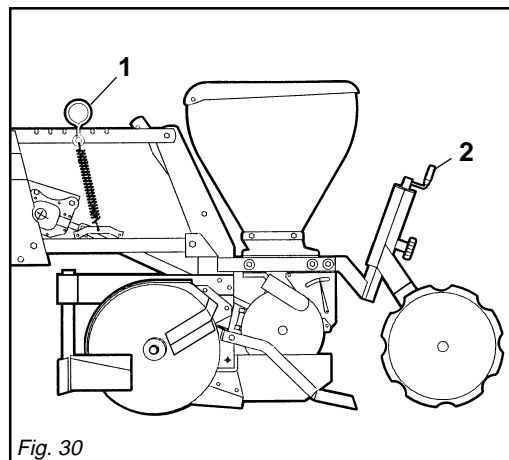

Fig. 30
Per una buona emergenza dei germogli è importante collocare il seme alla giusta profondità sul letto di semina. Agendo sulla maniglia si varia la posizione in altezza del falcione assolcatore, determinando la profondità del solco sul quale deporre il seme (2 Fig. 30). L'indice graduato serve per regolare
*For the shoots to come up well it is important to place the seed at the right depth on the seeding bed. The handle varies the height of the furrow opener blade , and so determines the depth of the furrow on which to place the seed (2 fig. 30). The graduated indicator serves*
Para una buena germinación de la semilla es importante que se coloque la semilla a la profundidad justa en el lecho de siembra. Actuando sobre el mango, se varía en altura la posición de la hoz surcadora, determinando la profundidad del surco en el que se depositará la semilla (2 Fig. 30). El
L'azione del falcione assolcatore di incidere il terreno, è resa efficace dal carico impresso da detta molla. Diverse situazioni di lavoro inducono a dover regolare la compressione al suolo; variando la posizione della molla in avanti o all'indietro si imprime minore o maggiore capacità di penetrazione (1 Fig. 30).
*The sod-breaking by the furrow opener blade is made efficacious by the load of the said spring. Different working situation need different soil compression adjustment ; varying the position of the spring forwards or backwards, greater or lesser penetration pressure is given (1 fig.30).*
wird die Höhenposition der Säschar geändert, wodurch die Scharentiefe, in die der Samen gelegt werden muss, bestimmt wird (2 Abb. 30). Der Stufenanzeiger dient zur gleichen Tiefeneinstellung aller Säscharenreisser.
Die das Erdreich aufschneidende Aktion der Säschar wird durch die von der Feder gegebene Ladung bewirkt. Unterschiedliche Arbeitsbedingungen führen dazu, den Druck auf den Boden einstellen zu müssen; durch Veränderung der Federposition nach vorne oder nach hinten wird stärkeres oder geringeres Durchdringungsvermögen eingeprägt (1 Abb. 30).
on déposera la graine (2 Figure 30). L'index gradué sert à régler tous les socs à la même profondeur.
*L'action du hache-paille rayonneur est efficace grâce à la charge imprimée par le ressort. De différentes situations de travail entraînent le réglage de la compression sur le sol; par le changement de la position du ressort en avant ou en arrière on imprime une capacité de pénétration plus ou moins grande (1 Figure 30).*
La acción de la hoz surcadora para la incisión del terreno se hace eficaz por la carga impresa por el mencionado muelle. Distintas situaciones de trabajo llevan a tener a tener que regular la compresión en el suelo; variando la posición del muelle hacia adelante o hacia atrás, se imprime menor o mayor capacidad de penetración (1 Fig. 30). Variar la posición del muelle en la base, en la plaqueta de tres agujeros, cuando no se alcancen regulaciones satisfactorias.